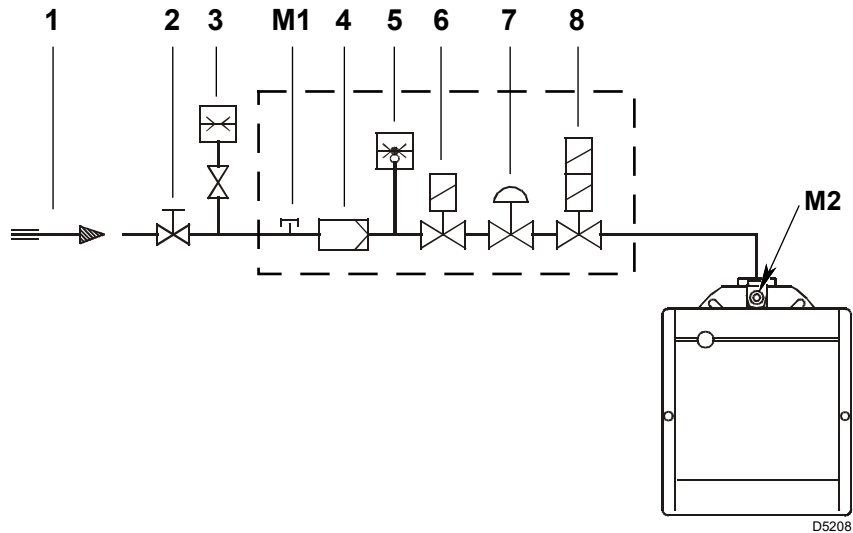

Fig. 15
Legenda (Fig. 15)
Pressione del gas misurata alla presa M2)(Fig. 15), con:
- sottrarre dalla pressione del gas alla presa M2)(Fig. 15) la pressione in camera di combustione.
Pressione del gas alla presa M2)(Fig. 15) = 12,2 mbar
Per conoscere invece la pressione del gas necessaria alla presa M2)(Fig. 15), fissata la potenza massima di modulazione alla quale si desidera funzioni il bruciatore:
- Leggere sulla destra, colonna 1, la pressione alla presa M2)(Fig. 15).
pressione necessaria alla presa M2)(Fig. 15).